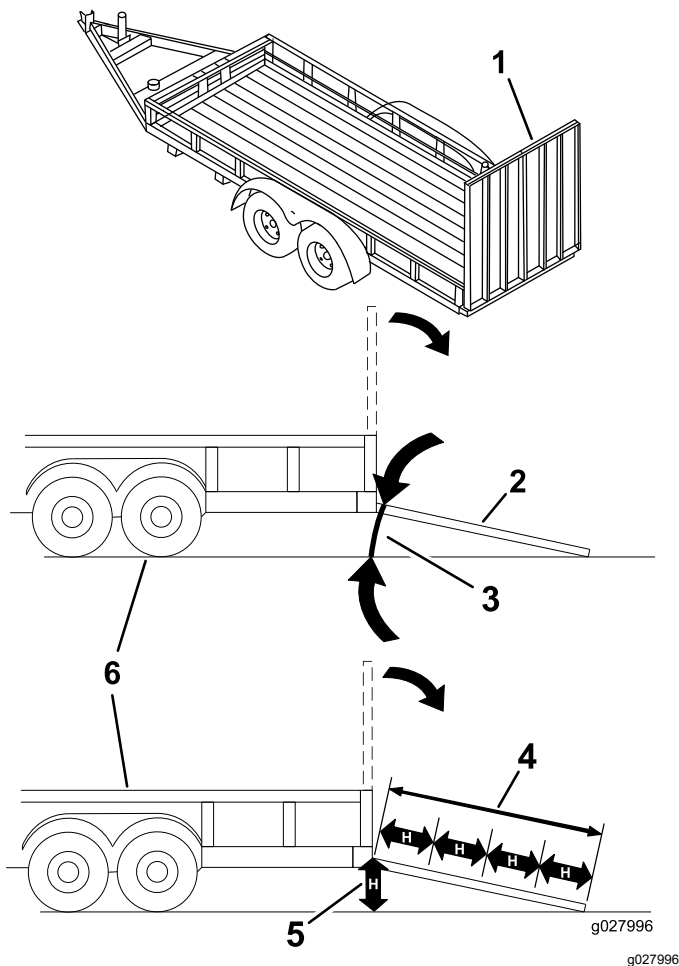

Figura 32
Quando si carica la macchina su un trailer o un autocarro si aumenta il rischio di ribaltamento, che può causare gravi ferite ed anche la morte (Figura 32).
1. Abbassate la rampa, assicurandovi che l'angolazione tra la rampa e il terreno non superi 15 gradi (Figura 32).